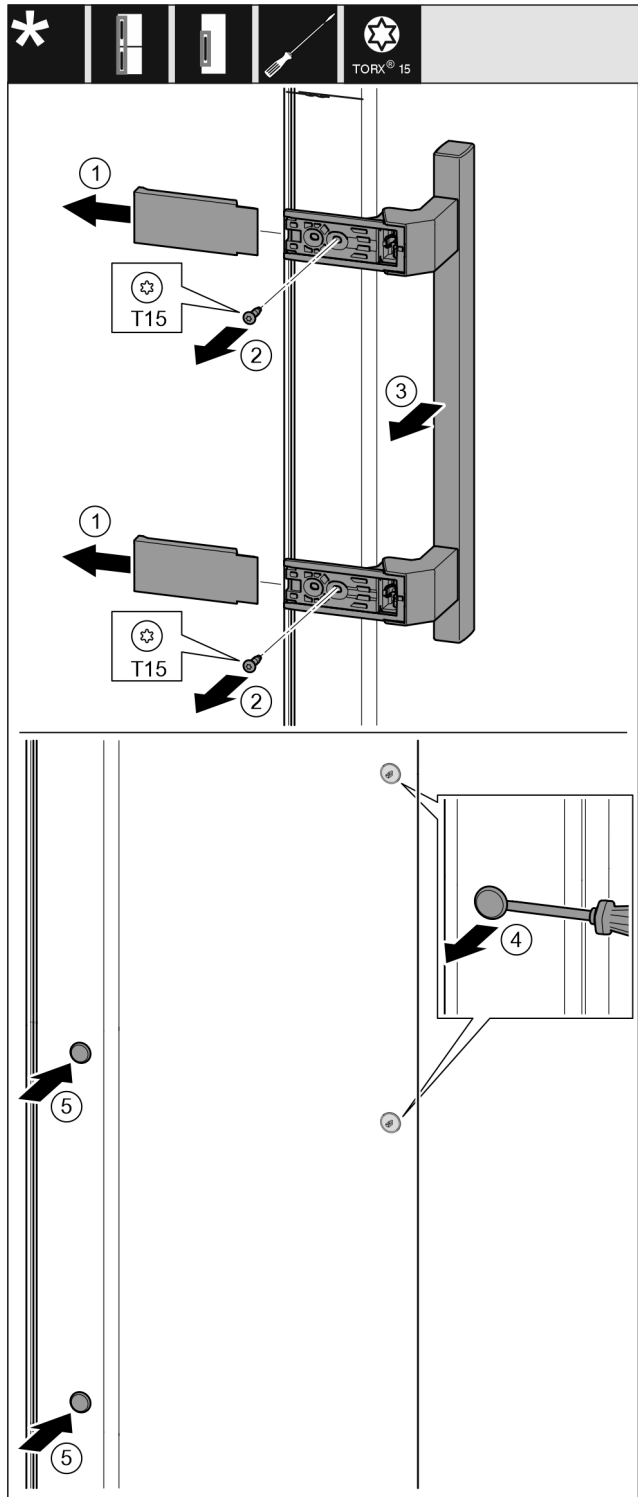

Fig. 39
- ▶ Dra bort skyddet. Fig. 39 (1)
- ▶ Skruva ut skruvarna med en skruvmejsel T15. Fig. 39 (2)
- ▶ Ta bort handtaget. Fig. 39 (3)
- ▶ Bänd försiktigt upp pluggarna på sidan med en spårskruvmejsel och dra ut dem. Fig. 39 (4)
- ▶ Sätt in pluggarna på andra sidan igen. Fig. 39 (5)